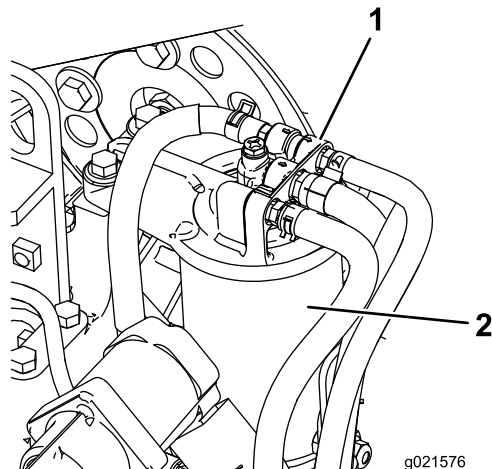

Bild 76
1. Reinigen Sie den Bereich um den Kraftstofffilterkopf (Bild 76).
2. Entfernen Sie den Filter und reinigen die Kontaktfläche (Bild 76).